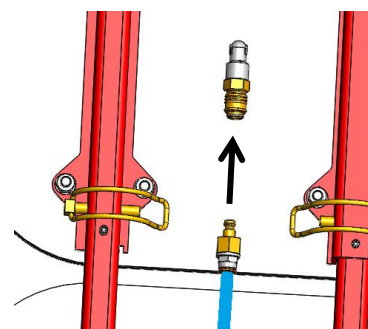

Abbildung: 18
- Schließen Sie den Vakuumschlauch der zusätzlichen Saugplatte mit der Schnellkupplung an den Anschluss an der Hauptmaschine an (siehe Abbildung 18). Dies muss für beide zusätzlichen Saugplatten erfolgen.